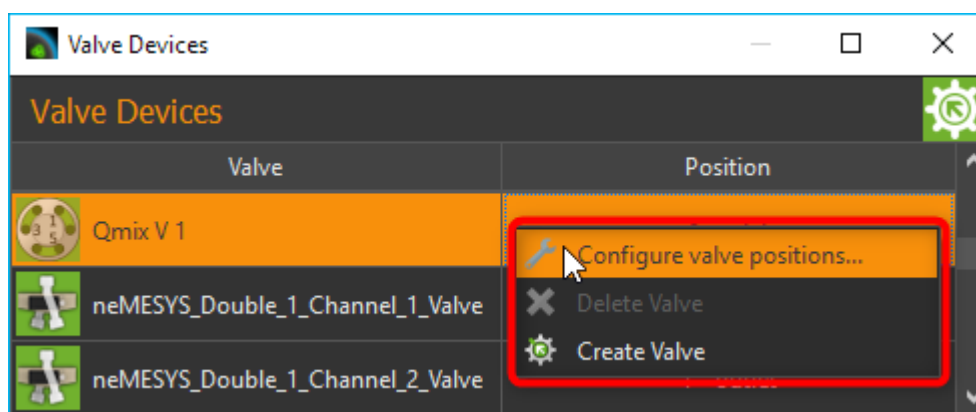

Abbildung 10.4: Ventilkonfiguration aufrufen
- (2) In dem Kontextmenü welches nun angezeigt wird, wählen Sie den Menüpunkt *Configure valve positions* (Abbildung 10.4).
- (3) Es wird nun ein Konfigurationsdialog angezeigt (Abbildung unten) der aus einer Ventilauswahlbox (1) besteht und aus der Liste der Ventilpositionen (2).